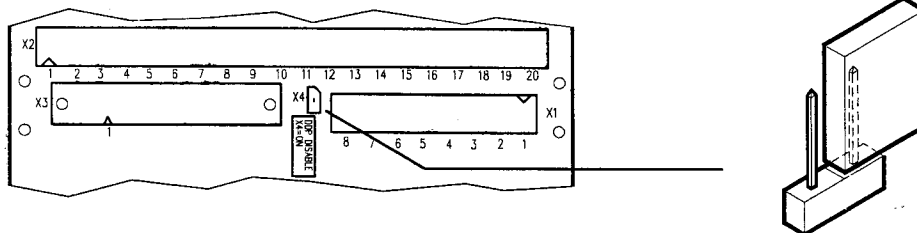

Рисунок 2
- после того, как контрольный узел и выпрямитель/выпрямители установлены на свои места, переключить тумблер в положение OFF /выключено/ /см. рисунок 2/